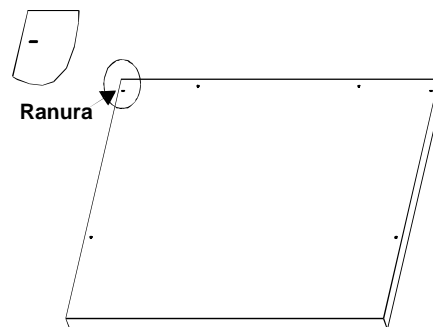

Figura 1. Panel inferior
3. Coloque el panel inferior (#1) en una superficie limpia y lisa. Consulte la Figura 1.